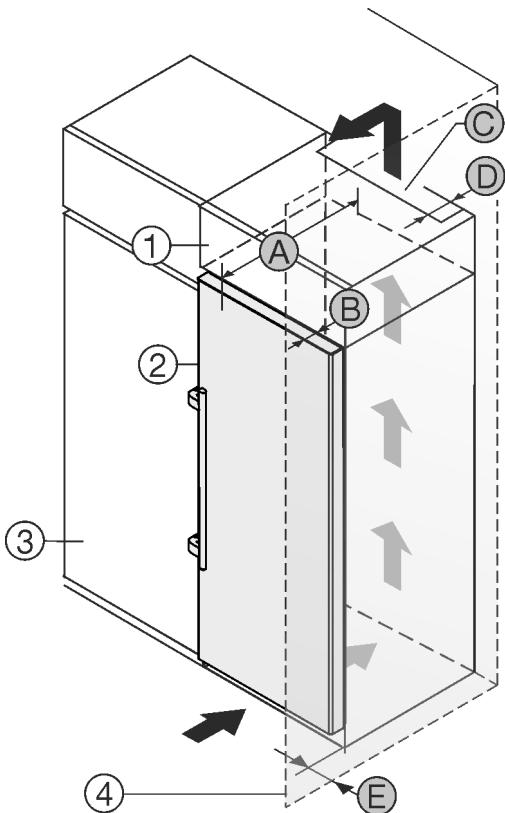

Fig. 1
Μπορείτε να τοποθετήστε τη συσκευή ακριβώς δίπλα από το ντουλάπι κουζίνας Fig. 1 (3).
Στην πίσω πλευρά του επικαθήμενου ντουλαπιού πρέπει να υπάρχει ένα κενό εξαγωγής αέρα με βάθος Fig. 1 (D) σε όλο το πλάτος του επικαθήμενου ντουλαπιού.
Κάτω από την οροφή του δωματίου πρέπει να τηρείται η διατομή εξαερισμού Fig. 1 (C).
Εάν τοποθετήστε τη συσκευή με τους μεντεσέδες δίπλα σε κάποιον τοίχο Fig. 1 (4), τότε πρέπει η απόσταση ανάμεσα στη συσκευή και στον τοίχο να ανέρχεται σε τουλάχιστον 57 mm. Αντιστοιχεί στην προεξοχή της χειρολαβής όταν η πόρτα είναι ανοιχτή.
Για να μπορείτε να ανοίγετε τελείως την πόρτα, πρέπει η συσκευή να προεξέχει κατά το βάθος της πόρτας Fig. 1 (B) από την πρόσοψη του ντουλαπιού κουζίνας. Η συσκευή μπορεί να προεξέχει περισσότερο, ανάλογα με το βάθος των ντουλαπιών κουζίνας Fig. 1 (3) και την χρήση αποστατών τοίχου.